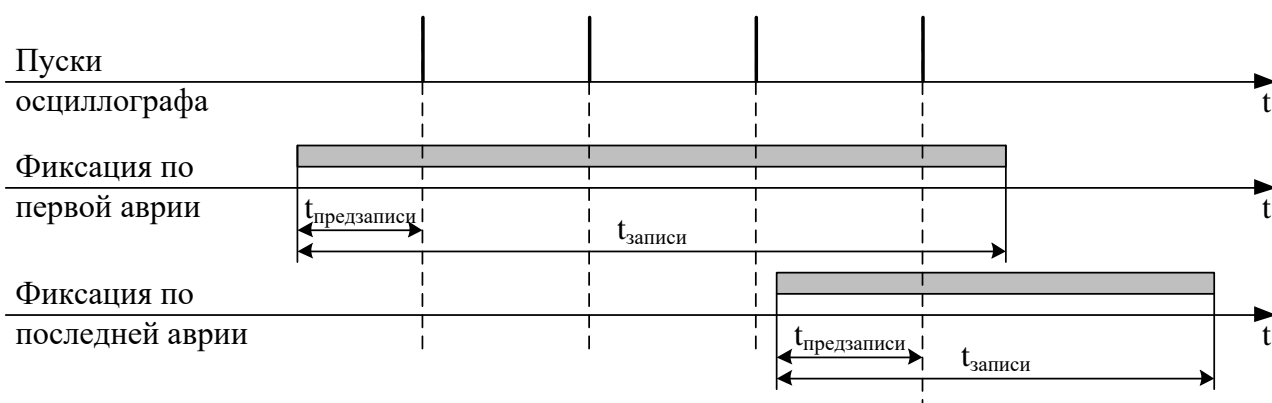

Рисунок 7.2 – Пояснения к значениям параметра «Фиксация»
- а) «По первой аварии» (рисунок 7.2);
- б) «По последней аварии» (рисунок 7.2).